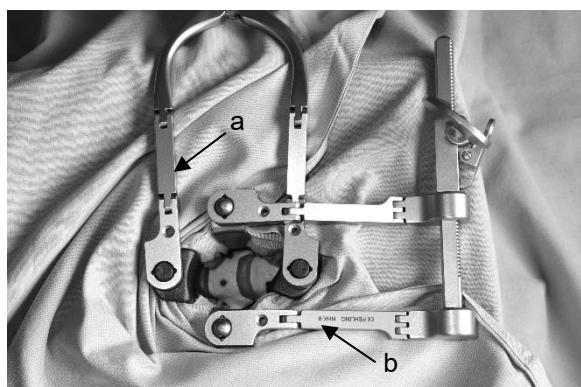

Fig. 4
1. Prima di potere inserire il distrattore di CASPAR occorre preparare il campo operatorio in modo adeguato (Fig. 4), procedure non illustrate in dettaglio nel prosieguo. La Figura 4 mostra l'impiego del divaricatore cervicale ATLAS nella versione longitudinale con doppio snodo NHL-1 (a) e del divaricatore cervicale ATLAS nella versione trasversale con doppio snodo NHK-9 (b) per la distrazione del tessuto circostante.